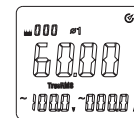

图12-1
- 4) 负载为三相四线制时，先按SELECT键选择第一相位 $\phi 1$ ，如图12-1，显示相位 $\phi 1$ 的频率Hz值，电压V值，电流A值。